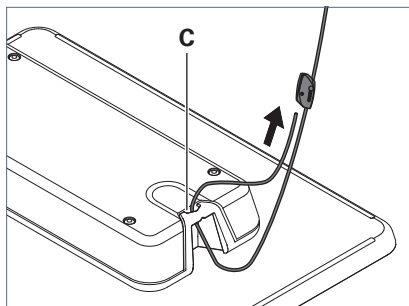

Fig. 3: Fissaggio della fune metallica all'apparecchio d'illuminazione.
- ▶ Far passare la fune metallica attraverso l'incavo **C** dell'apparecchio d'illuminazione, vedi Fig. 3.
- ▶ Far passare la fune metallica attraverso il secondo occhiello del supporto, vedi Fig. 3.